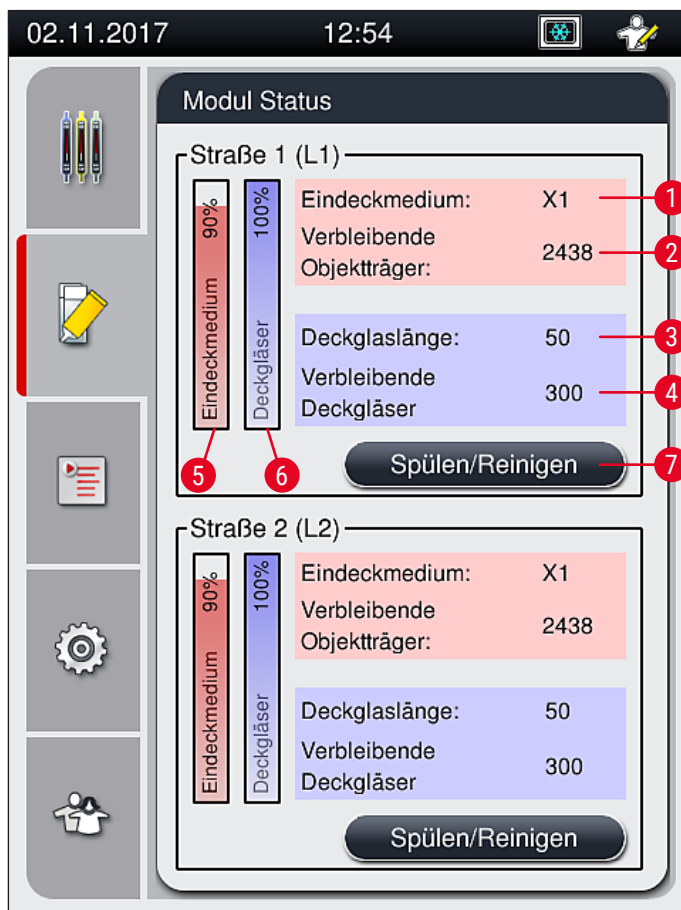

Abb. 49
- Das Menü **Modul Status** (→ Abb. 49) bietet dem Benutzer einen Überblick über die im HistoCore SPECTRA CV verwendeten Verbrauchsmaterialien (Eindeckmedium (→ Abb. 49-1) und Deckgläser (→ Abb. 49-3)) und deren aktuelle Füllstände (→ Abb. 49-5) (→ Abb. 49-6) und Restmengen (→ Abb. 49-2) (→ Abb. 49-4) für beide Eindeckstrassen.